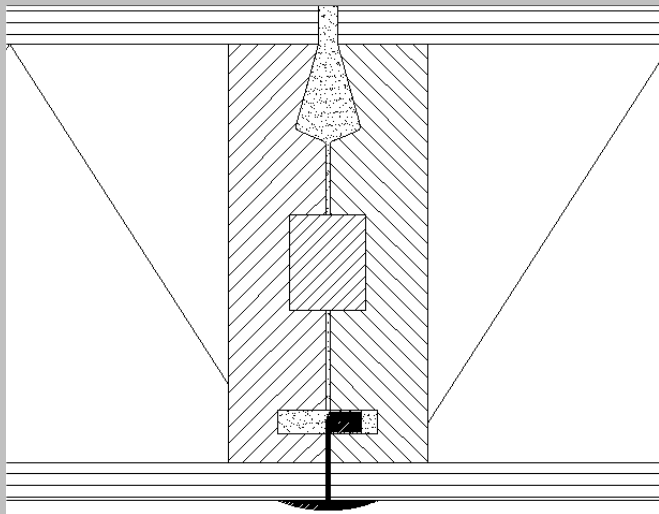

Fig. 3
**N.B. Het wordt aanbevolen de elementen met witte zichtzijde voor montage te voorzien van de kunststof afdekprofielen. (fig. 3).**
De Univision dakplaten worden geleverd met kunststof afdekprofiel en houten veer (fig. 3). Het wordt aanbevolen deze platen vóór montage te voorzien van de kunststof afdekprofielen.
Alle resterende dakplaten (Unigreen, Unilambris, Uniplex) worden geleverd met uitsluitend de houten veer (fig 3).